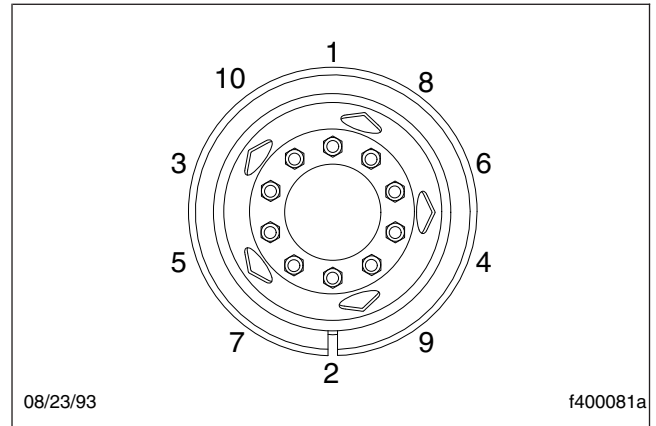
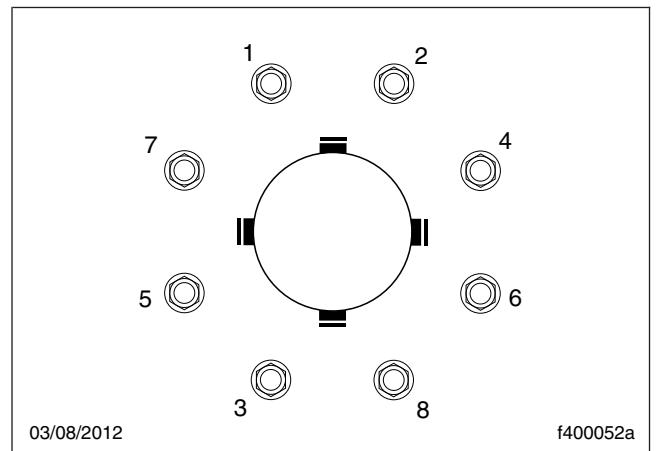

Figura 11.4, Secuencia de apriete, ruedas de 10 orificios
Figura 11.5, Secuencia de apriete, ruedas de 8 orificios
- 4.3 Asegúrese de que todas las tuercas de las ruedas estén apretadas. Si es necesario apretarlas, use el patrón de apriete de la Figura 11.4 o la Figura 11.5.